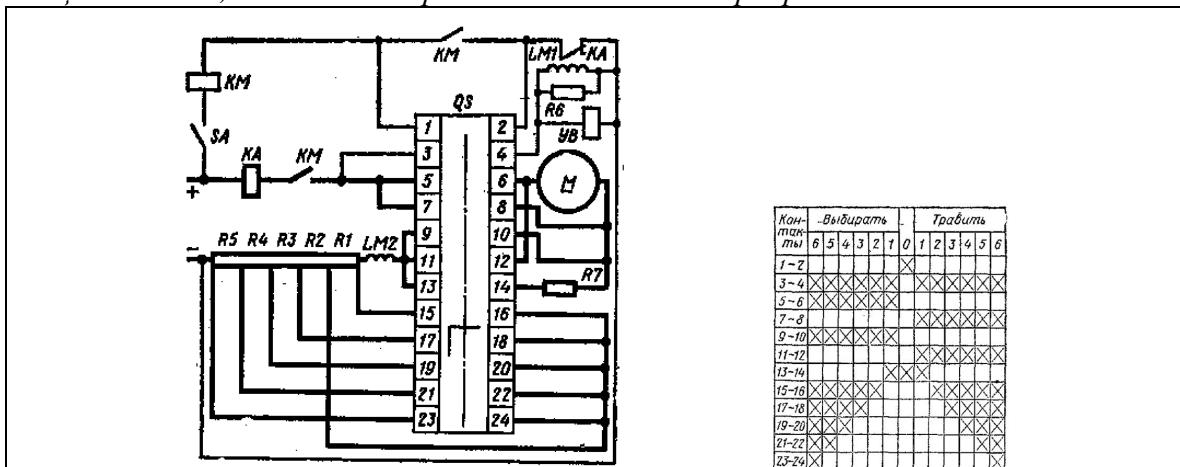

Рис. 1
- Указать элементы электрической принципиальной схемы (рис. 1), объяснить процесс пуска электродвигателя; возможности регулирования частоты вращения; способы торможения, примененные в схеме; виды защит и способы реализации данных защит в схеме; особенности работы данного электропривода.